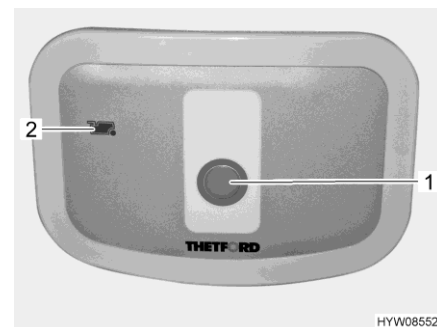

Fig. 110 Bouton pour la chasse d'eau/voyant de contrôle (toilettes Thetford)
- Pour actionner la chasse d'eau, appuyer sur le bouton bleu (Fig. 110,1).
Le voyant de contrôle (Fig. 110,2) s'allume lorsque le réservoir pour matières fécales doit être vidé.